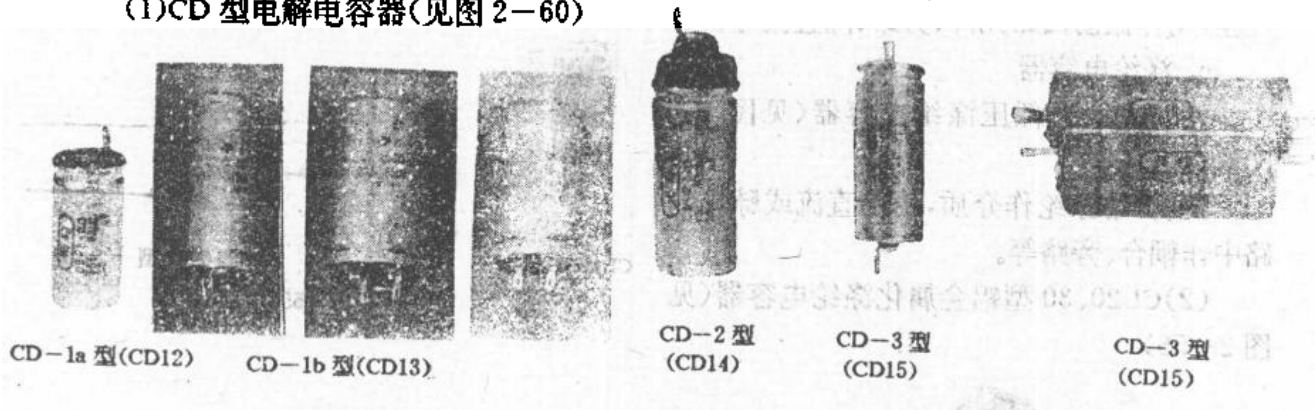

图 2-60
(1)CD 型电解电容器(见图 2-60)
说明:图 2-60 为铝电解电容器,CD-1a、CD-1b 型为夹圈固定式,CD-2 型为螺母固定式,CD-3 型为焊片引出无固定式,除 CD-1b 的负极用焊片引出外,其余电解的负极都是外壳。